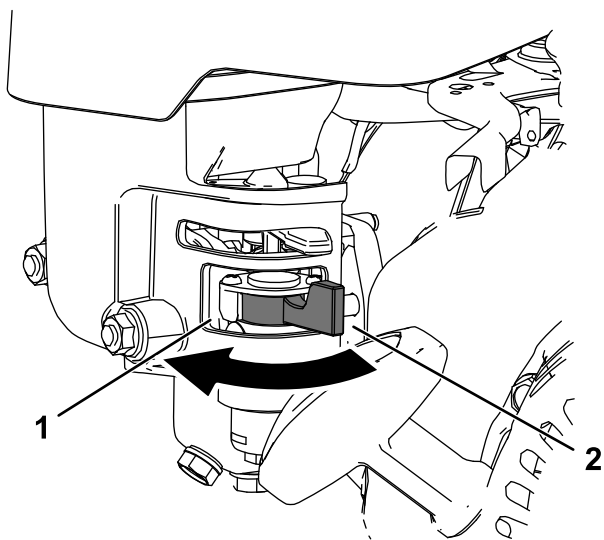

Рисунок 24
- Для открытия топливного клапана поверните рычаг отключения подачи топлива в направлении ручного стартера (Рисунок 24).
- Для закрытия топливного клапана поверните рычаг отключения подачи топлива в направлении от ручного стартера (Рисунок 24).